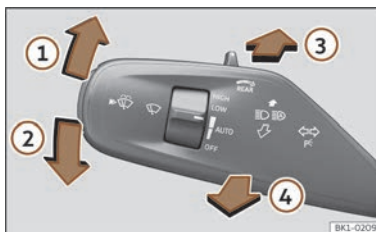

Abb. 102 Blinker- und Fernlichthebel.
>>> (Abb. 102) ③.
- **ODER:** Ziehen Sie bei eingeschaltetem Fernlichtassistenten den Blinker- und Fernlichthebel nach hinten >>> (Abb. 102) ④.